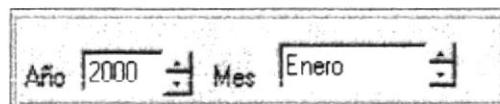

Figura 11.75. Fecha.
1. Para configurar el reporte el usuario puede elegir cualquiera de las dos opciones mostradas en la Figura 11.75. Puede mostrar los datos en el reporte de manera horizontal para esto haga click en la opción que dice **Horizontal**; si el usuario desea mostrar los datos del reporte de manera vertical haga click en la opción **Vertical**.